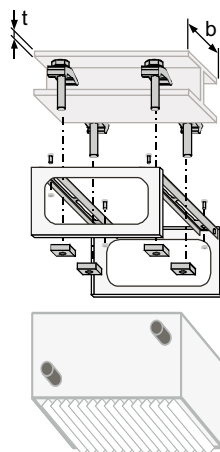

Bild 1
- zu Bild 1 und 2: - Trageschienen mit beiliegenden Schrauben, Scheiben und Muttern an die Befestigungskonsolen montieren.
- Trageschienen mit Spannpratzen am Stahlträger gem. Bild 1 und 2 befestigen.